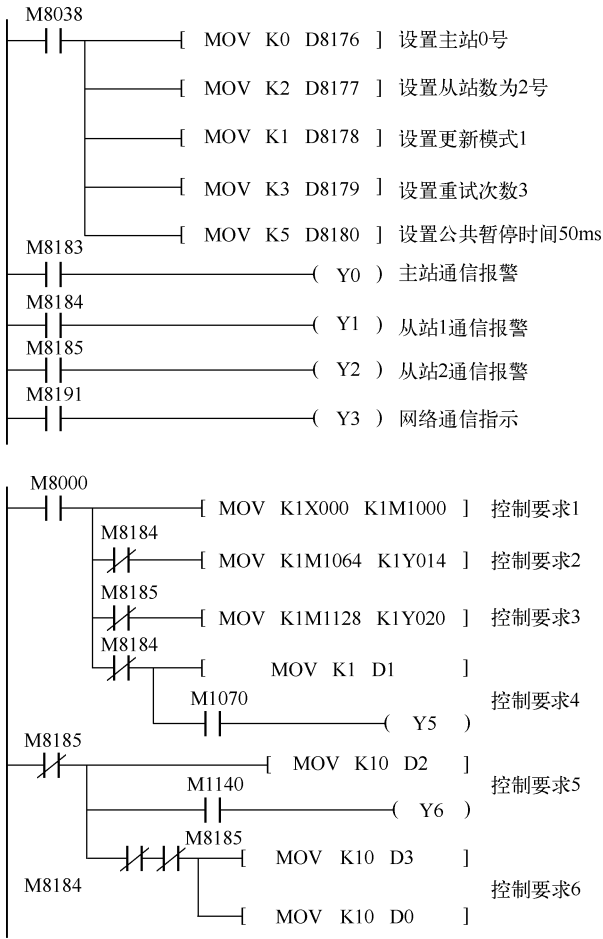
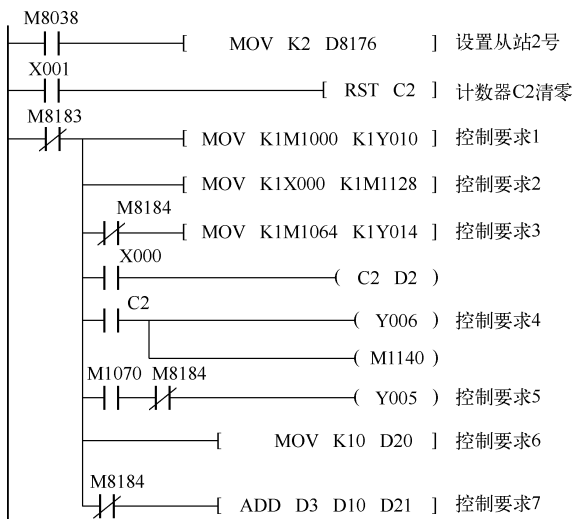

图 9-43 主站点的梯形图
图 9-45 #2 从站点的梯形图
- (1) 主站点的输入点 X0 ~ X3 输出到从站点 1 和 2 的输出点 Y10 到 Y13。
- (2) 从站点 1 的输入点 X0 ~ X3 输出到主站和从站点 2 的输出点 Y14 到 Y17。
- (3) 从站点 2 的输入点 X0 ~ X3 输出到主站和从站点 1 的输出点 Y20 到 Y23。
**解：**根据系统要求编写的主从站点的梯形图如图 9-43 ~ 图 9-45 所示。